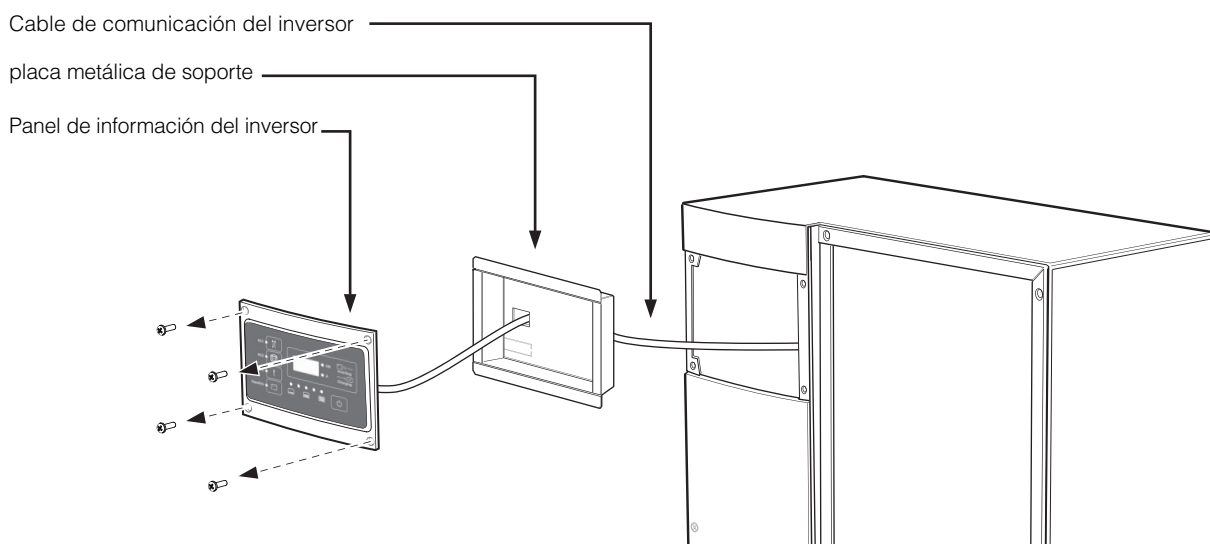

Figura 5-2 Retiro del panel de información del inversor
2. Retire los cuatro tornillos del panel de información del inversor, como se muestra en Figura 5-2.